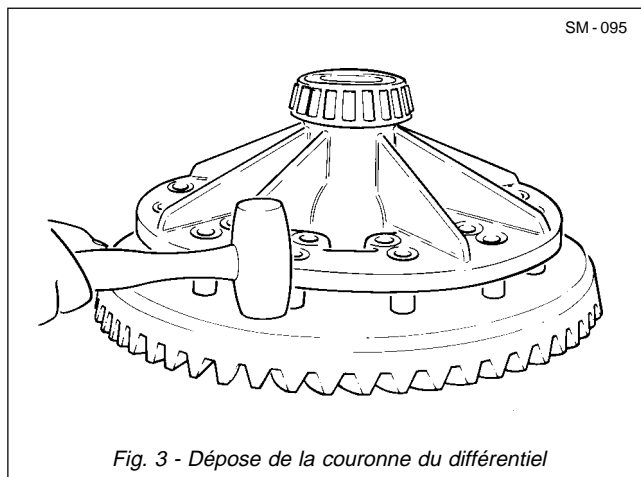

Fig. 3 - Dépose de la couronne du différentiel
en tapotant sur l'arête de la couronne du différentiel (24) à l'aide d'un maillet à surface douce. Voir Fig. 3.
20. Déposez les goujons d'assemblage (38) du carter plat (33) et du carter à ailettes (35) uniquement s'ils sont endommagés et doivent être remplacés.
Les numéros entre parenthèses font référence à la fig. 3.